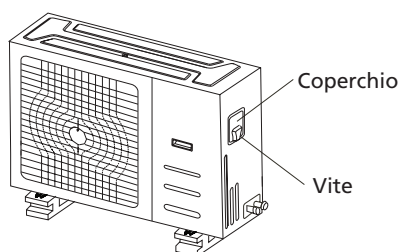

Fig. 8.1
- 2. Rimuovere il coperchio del quadro elettrico dell'Unità Esterna. Se non è presente una copertura sull'Unità Esterna, togliere i bulloni dal pannello di manutenzione e rimuovere il pannello protettivo (Ved. Fig. 8.1).